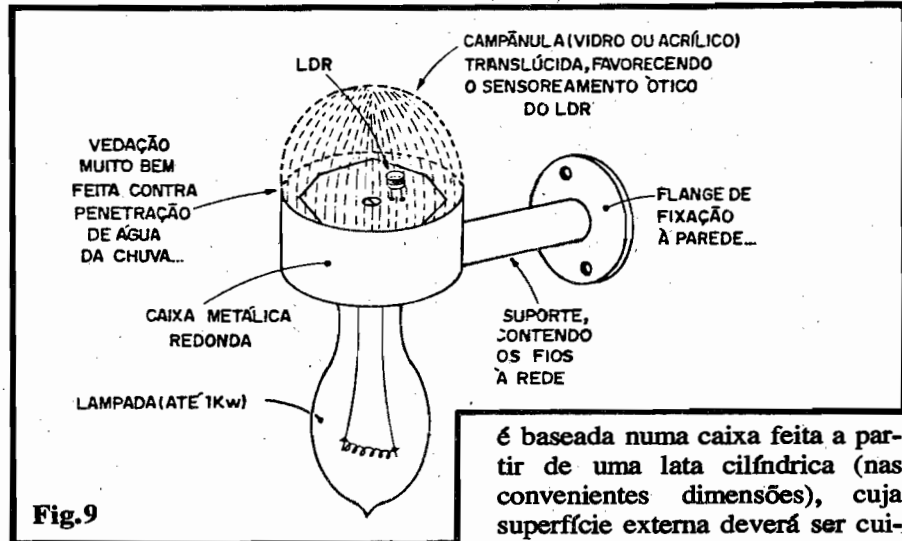
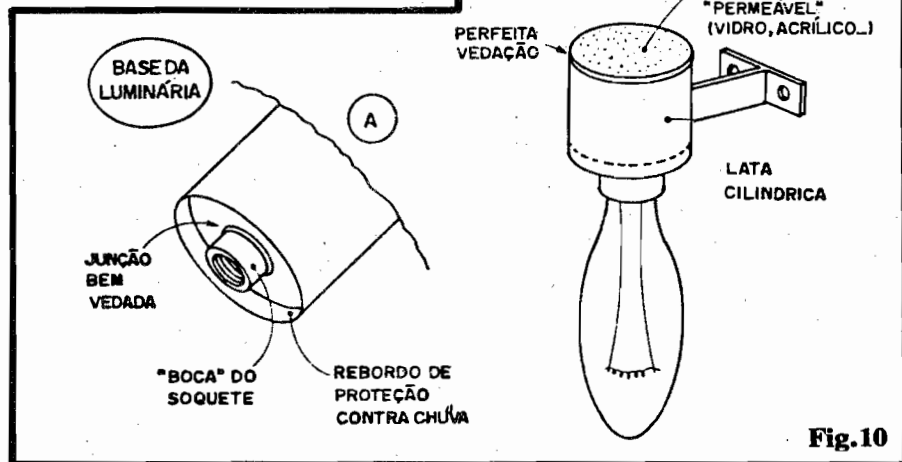

Fig.9
Fig.10
- FIG. 9 - SUGESTÃO PARA O ACABAMENTO DA IAPAX - Muito provavelmente o Leitor/Hobbysta criativo e habilidoso encontrará, em casas de materiais elétricos, uma luminária com formas e dimensões convenientes à adaptação sugerida... A caixa metálica (de preferência redonda - uma seção de cilindro) conterá a roseta do Circuito Impresso, facilitando a "saída" do soquete pela sua parte inferior, e contendo uma cúpula ou campânula em material translúcido no seu topo, de modo que o LDR possa "ver" a luminosidade do céu através do dito material. Por razões práticas de instalação, o conjunto deverá ainda ser dotado de "pescoço" (suporte lateral à caixa) e flange... O dito "pescoço", ôco, servirá também como passagem para a fiação de conexão C.A. (que deve ser feita dentro de uma caixa apropriadamente embutida na parede de fixação, bem sob a flange que "segura" todo o conjunto). Esses detalhes mecânicos serão, com certeza, bastante facilitados se o Leitor/Hobbysta souber - como já dissemos - improvisar a partir de um conjunto/luminária já existente, pronto, no varejo de materiais elétricos... Um ponto é muito importante: perfeita vedação na junção da campânula translúcida com a caixa metálica... O conjunto destina-se a óbvia utilização e instalação externa, ao ar livre, e a proteção contra penetração de água de chuva é absolutamente essencial!
- FIG. 10-A - DETALHES DA "BOCA" DO SOQUETE - Na parte inferior do conjunto (onde
- FIG. 10-B - ALTERNATIVA PARA CAIXA/ACABAMENTO - Uma sugestão mais barata (já que poderá ser totalmente realizada pelo próprio Leitor/Hobbysta), embora esteticamente menos sofisticada que a mostrada na fig. 9,